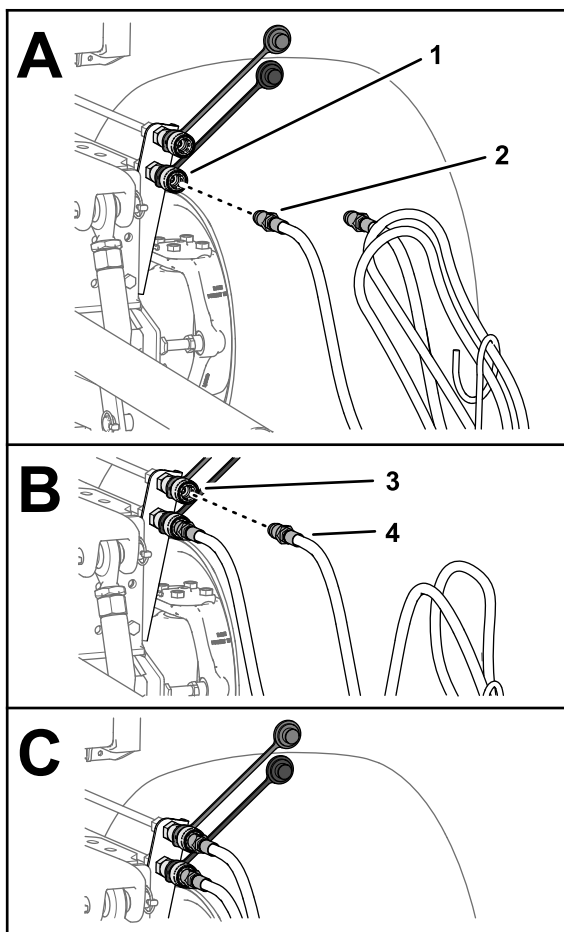

Figura 31
7. Conecte el acoplamiento rápido de la manguera de extensión del apero al acoplamiento rápido del circuito de extensión (Figura 31).
8. Conecte el acoplamiento rápido de la manguera de retracción del apero al acoplamiento rápido del circuito de retracción (Figura 31).